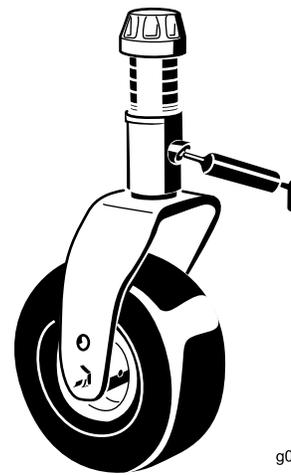

Figura 69
- Um casquilho de eixo da forquilha da roda giratória (Figura 69)